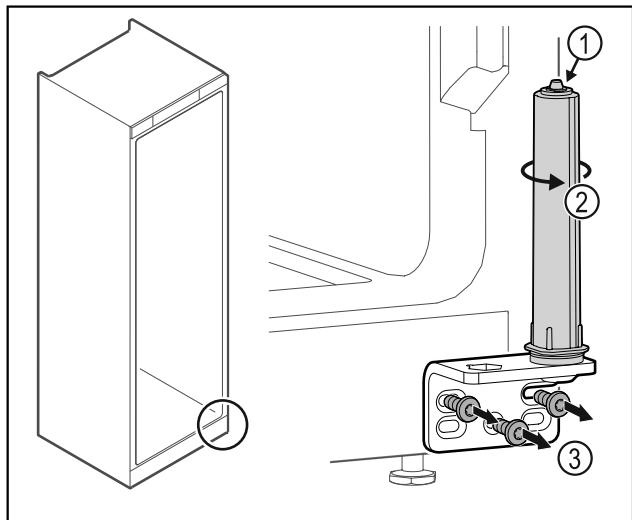

Fig. 37
- ▶ Dørlukkesystemet må ikke tas fra hverandre Fig. 37 (1).
- ▶ Drei på lukkesystemet Fig. 37 (2) til det sier klikk.
- ▶ Skru av hengselvinkelen Fig. 37 (3).